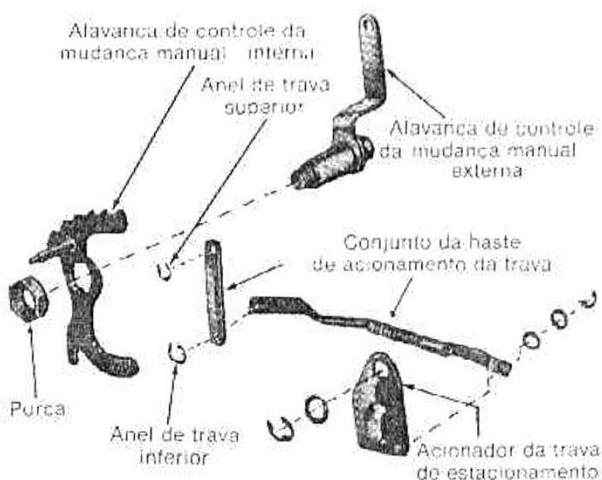

fig. 58 — articulações de controle no interior da caixa
1. Aplicar óleo penetrante na porca de fixação da alavanca externa para evitar quebra do eixo da alavanca interna. Remover a porca da alavanca externa de mudança forçada. Remover as alavancas interna e externa de mudança forçada. Remover a arruela de trava superior da articulação da alavanca de mudança manual, pelo interior da caixa (fig. 58). Remover a extremidade superior da articulação da alavanca do pino relentor na caixa.
4. Remover o anel de trava da articulação da trava de estacionamento e a arruela lisa. Remover a articulação, da haste de acionamento (fig. 58).
2. Instalar na caixa, a alavanca de mudança manual externa e, em seguida, instalar a alavanca interna e a porca de fixação com o chanfro voltado para a alavanca (fig. 58). Apertar a porca de acordo com a especificação.
5. Colocar a alavanca de mudança manual interna em posição, atrás da haste da articulação, com o excêntrico da alavanca em contato com o pino inferior da articulação (fig. 58).